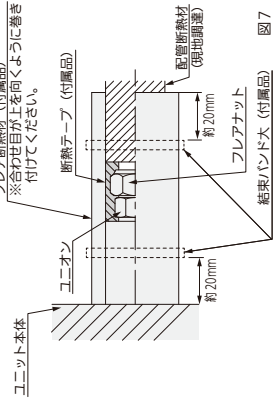

図 7
6. 冷媒配管工事②
- 図 7 に従って液管・ガス管とも、断熱してください。フレアナット部に断熱テープ (付属品) を巻き付けてください。配管接続部にはフレア断熱材 (付属品) を隙間がないように巻き付け、結束バンド (付属品) で締め付けてください。結束バンドの余分な部分は切断してください。